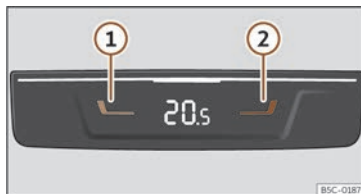

Fig. 145 Na parte traseira da consola central: mandos para as prazas traseiras.
- Prema as teclas **1** e **2** » **fig. 145** para axustar a temperatura da zona posterior.